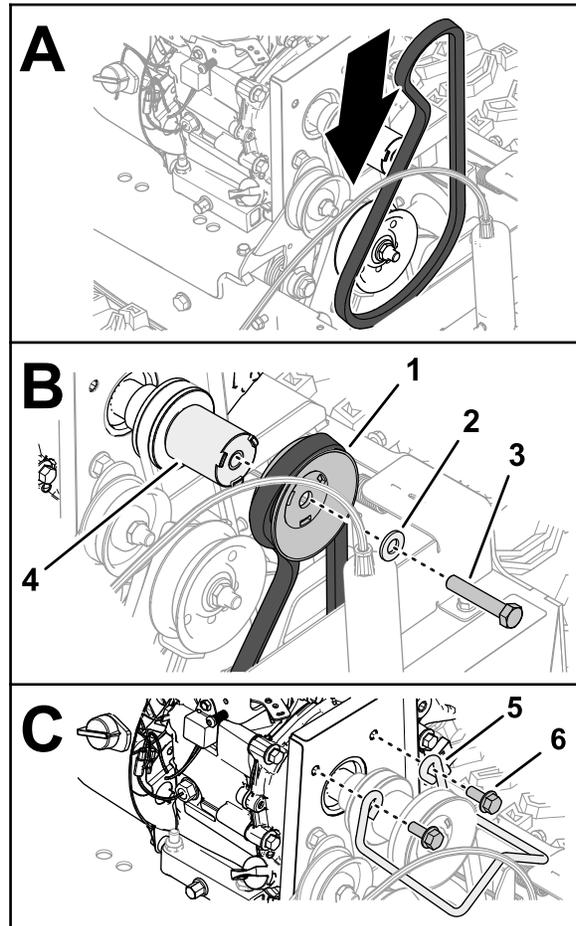

Figura 45
2. Monte la correa de 96 cm (37 $\frac{1}{4}$ ") en la ranura de la polea del eje de transmisión (Figura 45).
3. Monte la correa en la ranura de la polea motriz del cepillo (Figura 45).
4. Monte la polea motriz del cepillo en el espaciador de la polea (Figura 45).
5. Sujete la polea y el espaciador al eje de transmisión (Figura 45) con el tornillo ($\frac{3}{8}$ " x 2").
7. Monte la guía de la correa en el motor con los 2 tornillos con arandela prensada (Figura 45).